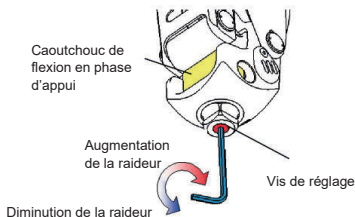

Fig. 9 Comment régler la raideur de la flexion en phase d'appui
- Réglez la vis de réglage représentée à la figure 9 à l'aide d'une clé hexagonale de 3 mm.